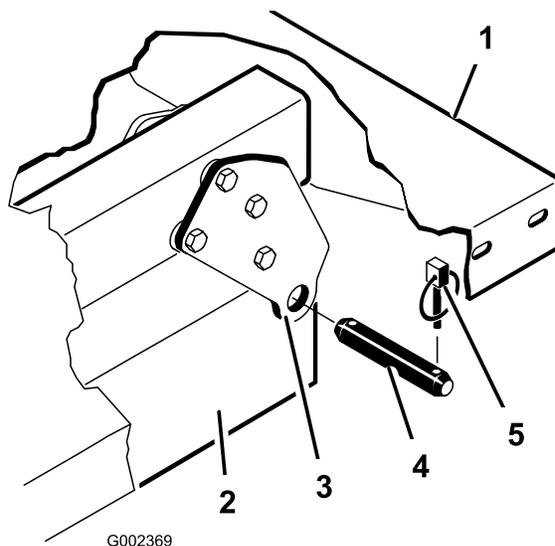

図 33
**注** 後部のピボットプレートは下端を後部に向けて荷台フレーム(チャンネル鋼材)にボルトで固定されています(図 33)。